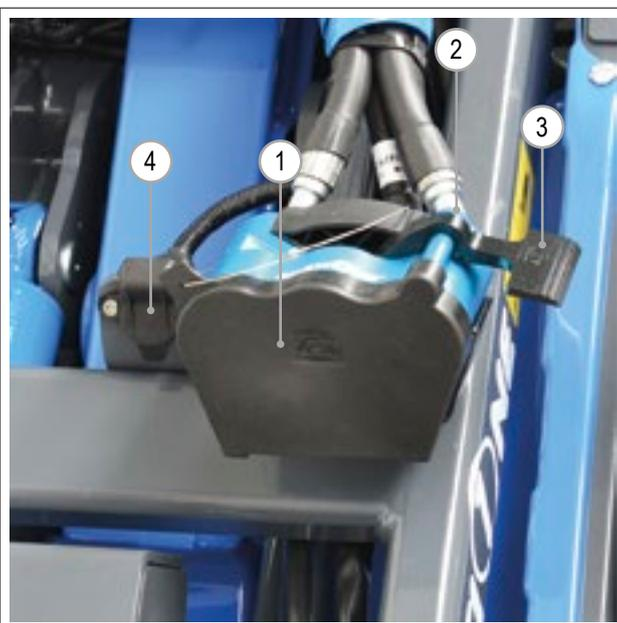
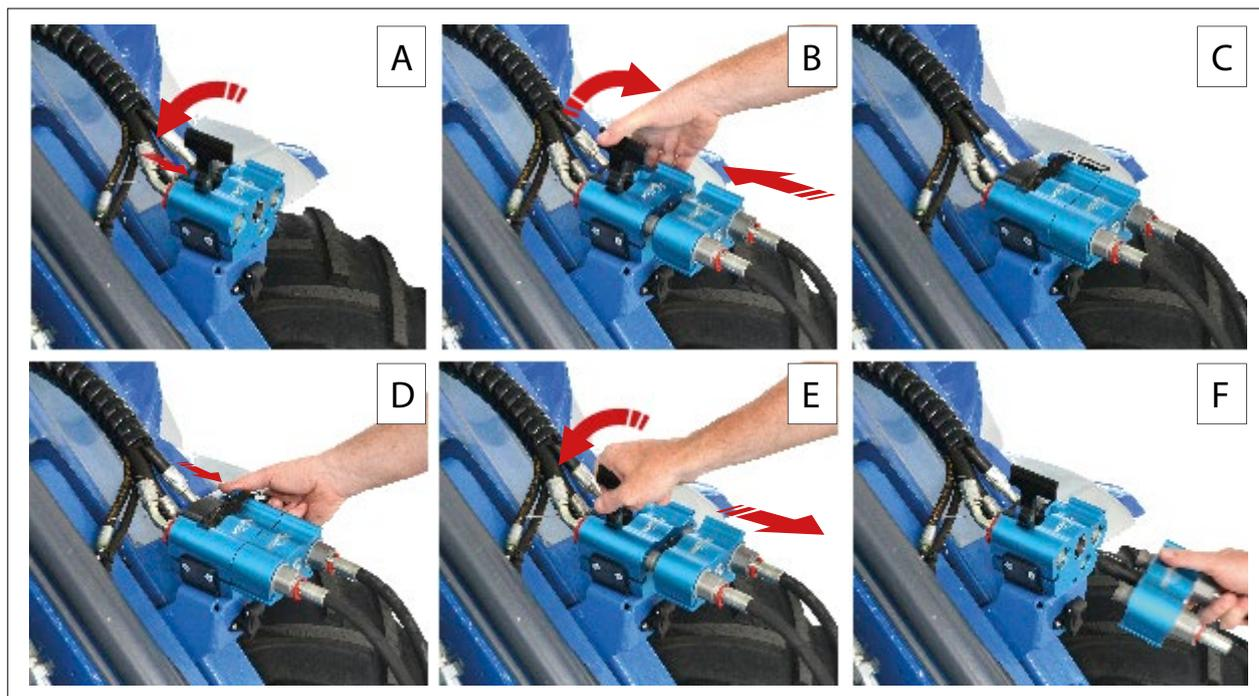

РИС. 23
РИС. 24
- 1) Снимите защитную крышку (РИС. 23 – Сс. 1) с мультikonнектора.
- 2) Нажмите кнопку блокировки (РИС. 23 - Сс. 2) на ручке замка и поднимите ручку замка (РИС. 23 - Сс. 3) в открытое положение (РИС. 24 - Сс. А).
- 4) Потяните стопорную ручку (РИС. 24 - Сс. В) вниз, зафиксировав ответную часть адаптера в разъеме (РИС. 24 - Сс. С).
Вставьте штекер навесного оборудования в разъем машины (РИС. 23 -
- 1) Нажмите кнопку блокировки (РИС. 23 - Сс. 2) на ручке замка и поднимите ручку замка в открытое положение (FIG. 24 - Сс. D и E).
- 2) Отсоедините гидравлические трубки навесного оборудования от машины (РИС. 24 - Сс. F).
- 3) Закройте мультиконнектор резиновой крышкой (РИС. 23 - Сс. 1).